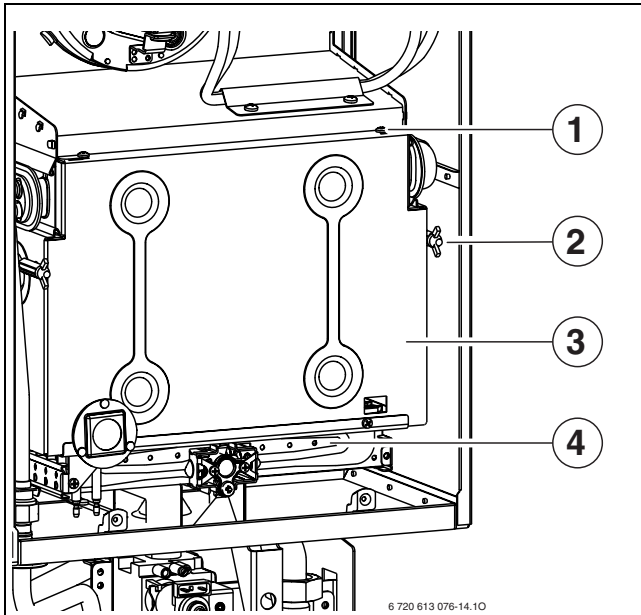

Рис. 49 Відкритий пальник
- ▶ Зняти передню стінку камери згоряння та паливник (→ рис. 49).